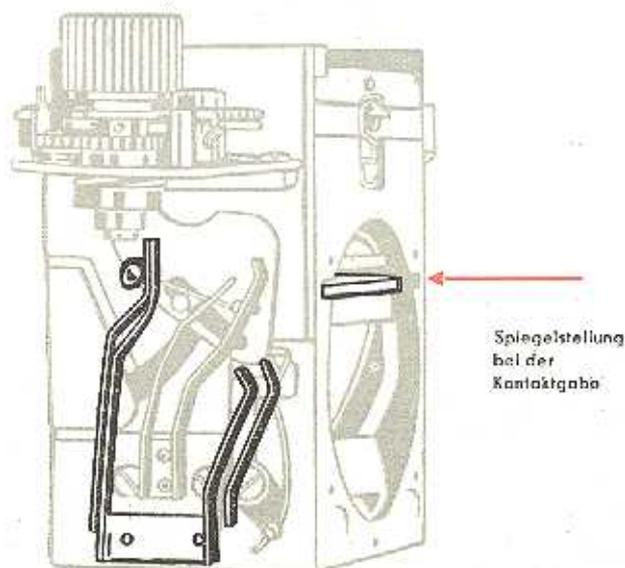

Abb. 5
- Erste Verschußklappe mit Finger festhalten, Verschuß auslösen und erste Verschußklappe langsam ablaufen lassen. Dabei müssen der X-Kontakt, wie in Abb. 5, und der F-Kontakt, wie in Abb. 6 eingezeichnet, zünden. Ist dies nicht der Fall, so müssen die Kontaktfedern am Blitzkontakt dementsprechend gebogen werden.